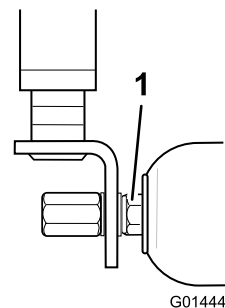

Figura 82
2. In caso di movimento eccessivo, serrate attentamente i dadi a ciascun'estremità del rullo con la chiave, quanto basta per rimuovere qualsiasi gioco all'estremità (Figura 82).